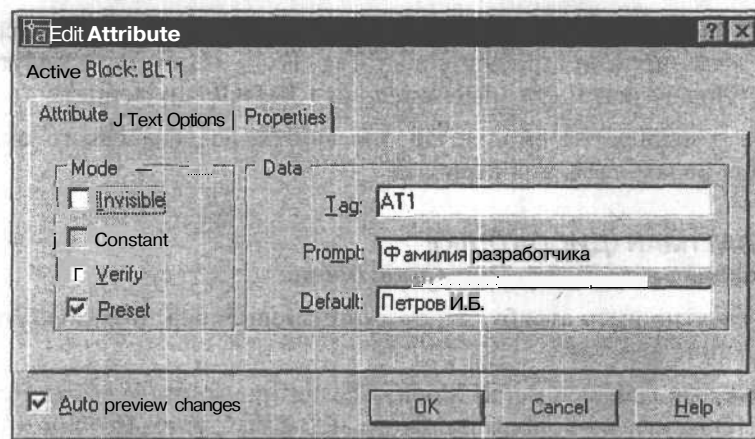

Рис. 17.10. Диалоговое окно редактирования атрибута внутри блока
4. В диалоговом окне **Edit Attribute** (Редактирование атрибута) (рис. 17.10) внесите все необходимые изменения в описание атрибута и щелкните мышью на кнопке **OK** для выхода из диалогового окна.